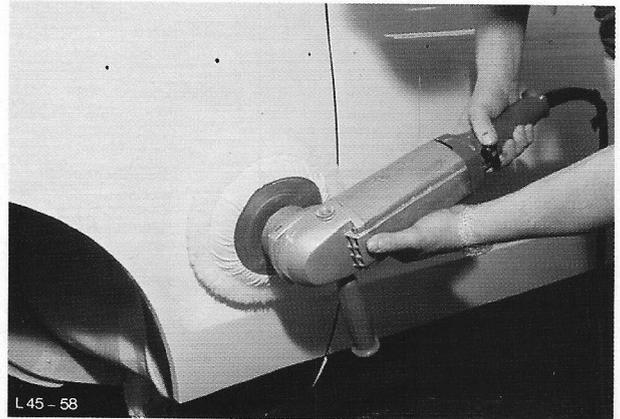

Fig. 23 Napolijsten met lamswollen schijf
5. Als volgt napolijsten met een schone lamswollen schijf (Fig. 23) en polish: